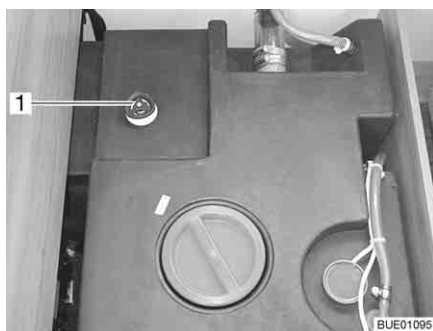
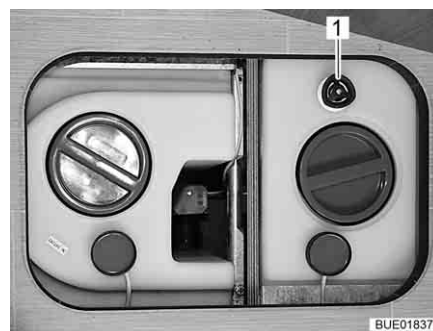

Fig. 224 Réservoir d'eau avec poignée tournante (Viseo)
Fig. 225 Réservoir d'eau avec poignée tournante (Elegance)
- Faire tourner la poignée tournante (Fig. 224,1 ou Fig. 225,1) du réservoir d'eau à fond dans le sens inverse des aiguilles d'une montre au-delà de la résistance pour ouvrir entièrement l'ouverture d'écoulement.